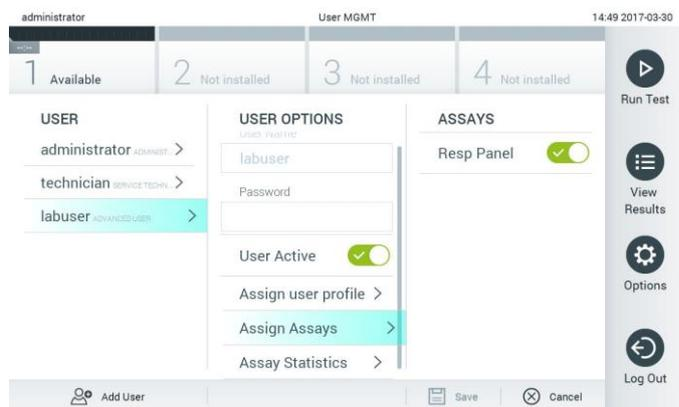

Figura 50. Asignación de ensayos a usuarios.
- Assign Assays (Asignar ensayos): permite definir los ensayos a partir de la base de datos de ensayos que el usuario puede ejecutar. Seleccione los ensayos de la lista a la derecha de la zona de contenido (figura 50).